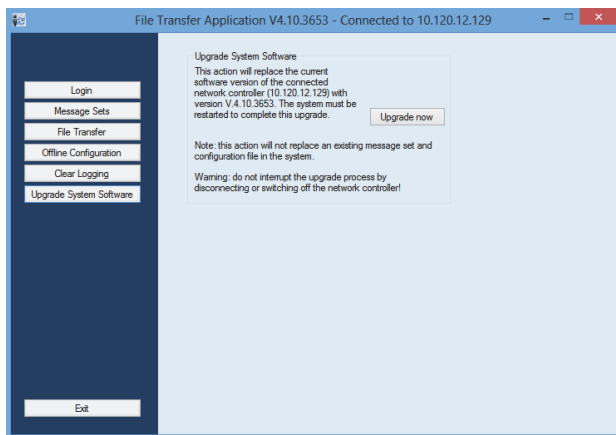

figura 37.5: Ecrã de transferência de ficheiros
- 1 Clique no botão *Upgrade system software*. Aparece um ecrã semelhante ao da figura 37.5.